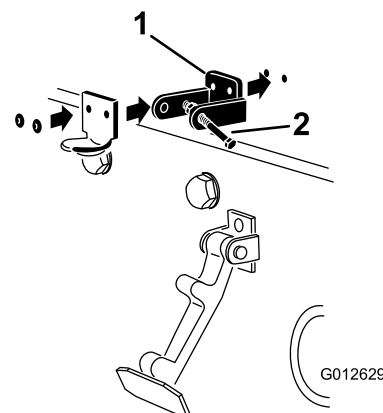

Figure 4
3. Alignez les trous de montage et positionnez le support de loquet CE et le support de loquet du capot sur le capot (Figure 4).
5. Rivez les supports et les rondelles sur le capot (Figure 4).